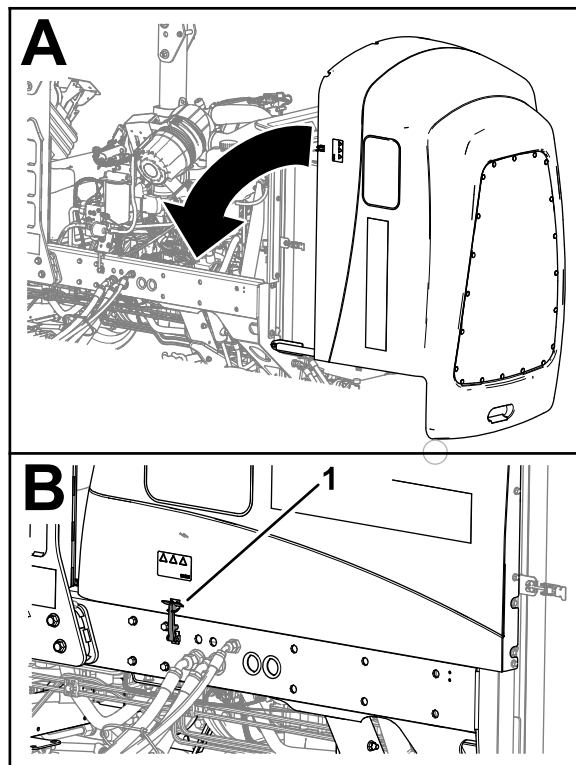

Figura 97
1. Rotiți cu atenție capota pentru a o închide (Figura 97).